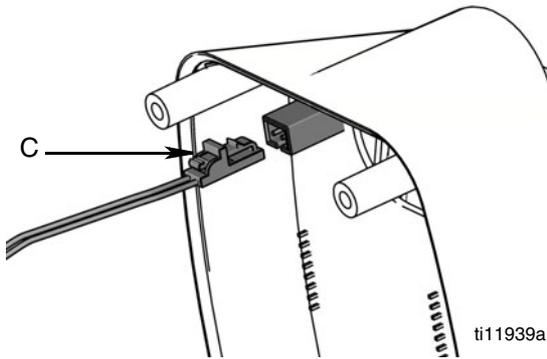

FIG. 36
16. **Medidores Prefijado y Matrix 15:** Vuelva a conectar el conector del solenoide (C) (FIG 36).